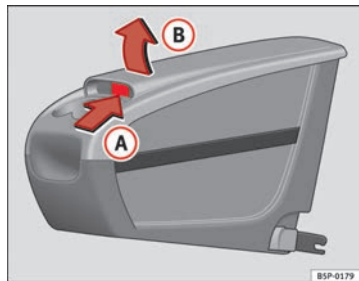

Abb. 115 Zusätzliche Ablage. Öffnen
- Die Klappe **(B)** im Bereich **(A)** ⇒ Abb. 115 anheben.